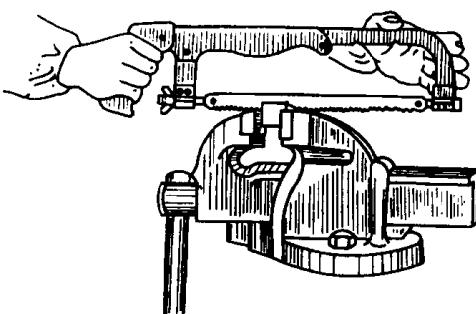

图 1-12 钢锯的握法
(1) 钢锯的握法 如图 1-12 所示，左手拇指放在钢锯架背上，其余四指轻轻放在钢弓前端，右手握住手把，不要握得太紧，否则会